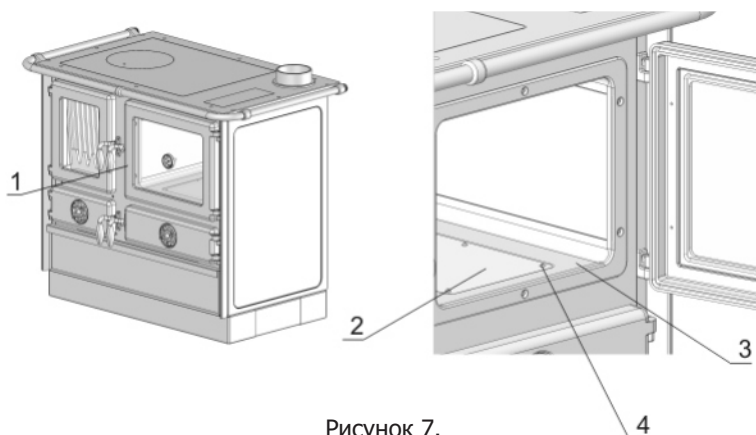

Рисунок 7.
Открыть дверцу духовки (Рисунок 7.)(1), отвинтить 6 винтов (4) на дне духовки (3) и снять крышку со дна духовки (2). Вспомогательным прибором устранить накопившуюся сажу со дна плиты и из-под духовки. После очистки вернуть обратно крышку дна духовки в первоначальную позицию и закрепить винтами с дном духовки.